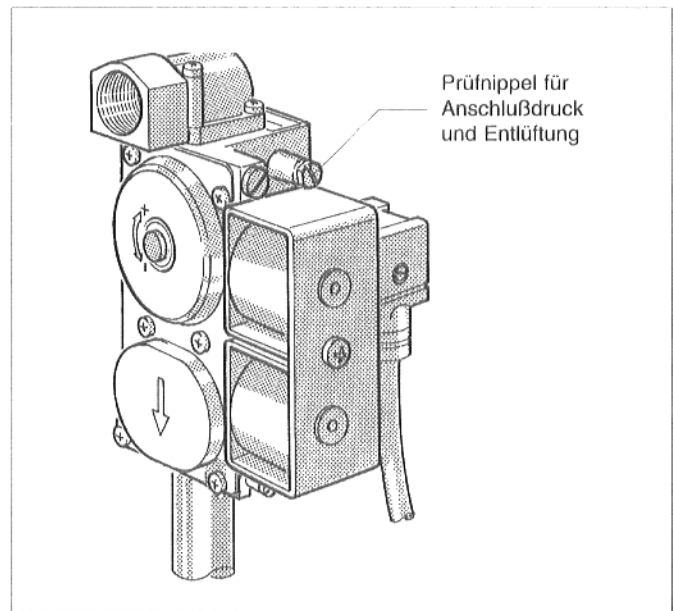

Abb. 25: Gasbrennerarmatur "SIT" 830 Tandem
- Gaszuleitung entlüften: Verschlußschraube des Prüfnippels für Anschlußdruck und Entlüftung an der Gasbrennerarmatur (Abb. 25 bis 27) zwei Umdrehungen lösen; bei "SIT" 830 Tandem Verschlußschraube entfernen. Wenn keine Luft mehr vorhanden ist, Verschlußschraube des Prüfnippels wieder schließen.